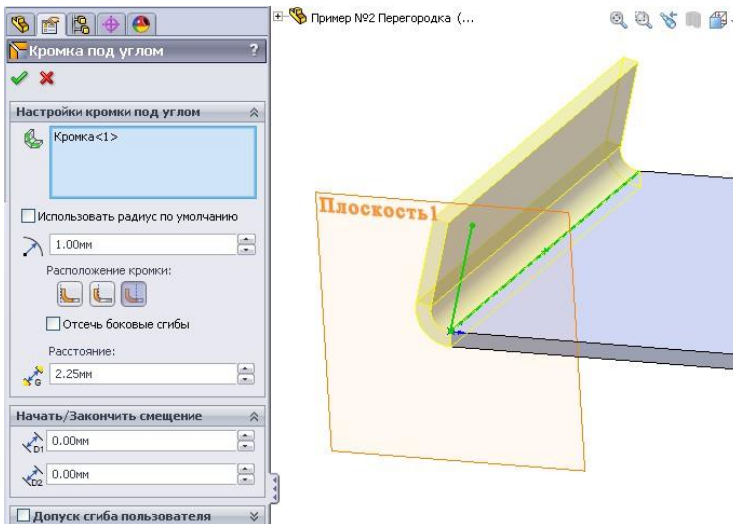

Рисунок 9.36 - Процес побудови бічної стінки
6. Закінчимо побудову контуру крайки, вийшовши з ескізу. Після цього автоматично відкриється вікно «Кромка под углом». У цьому вікні необхідно заповнити розділи «Настройки кромки под углом», «Начать/Закончить смещение» и «Допуск сгиба пользователя» (рис. 9.36).